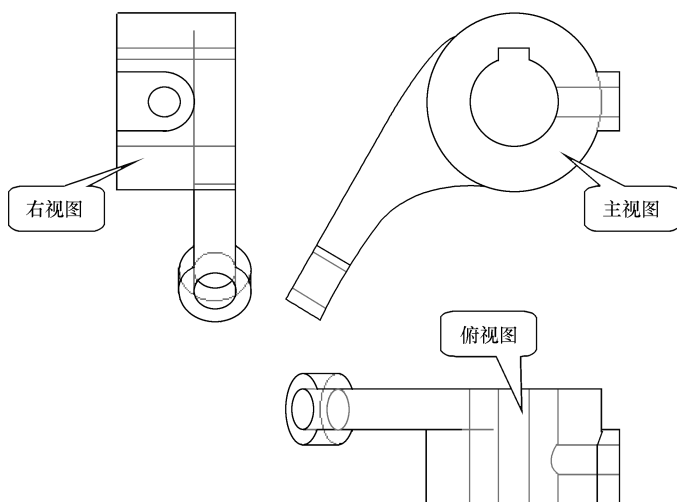

图 10-98 完成压紧杆三视图
(1) 不使用缺省模板, 新建绘图文件, 名称为“liti10-5”, 缺省模型选择为“……\ 例题\ 第 10 章\ liti10-5.prt”, 选择模板为“……\ 例题\ 第 10 章\ a3h.drw”, 进入绘图界面。在消息区根据提示用户输入标题栏各参数, 最后进入工程图环境。步骤同【例 10-3】。
(2) 在【模型视图】选项组中单击【一般视图】按钮, 消息区提示“选取绘制视图的中心点”。
(3) 在图形区合适的位置单击, 拾取视图中心点, 图形区出现缺省的斜轴测图, 并弹出【绘图视图】对话框。
(4) 在【模型视图名】下拉列表框中双击【FRONT】选项, 这时, 【模型视图名】下面的文本框中显示“FRONT”字样, 图形区显示主视图, 单击【确定】按钮, 完成主视图的创建。
(5) 选择主视图, 在【模型视图】选项组中单击【投影】按钮, 消息区提示“选取绘制视图的中心点”, 在主视图左方单击, 拾取右视图中心点, 图形区出现右视图。
(6) 选择主视图, 在【模型视图】选项组中单击【投影】按钮, 消息区提示“选取绘制视图的中心点”, 在主视图下方单击, 拾取俯视图中心点, 图形区出现俯视图, 如图 10-98 所示。